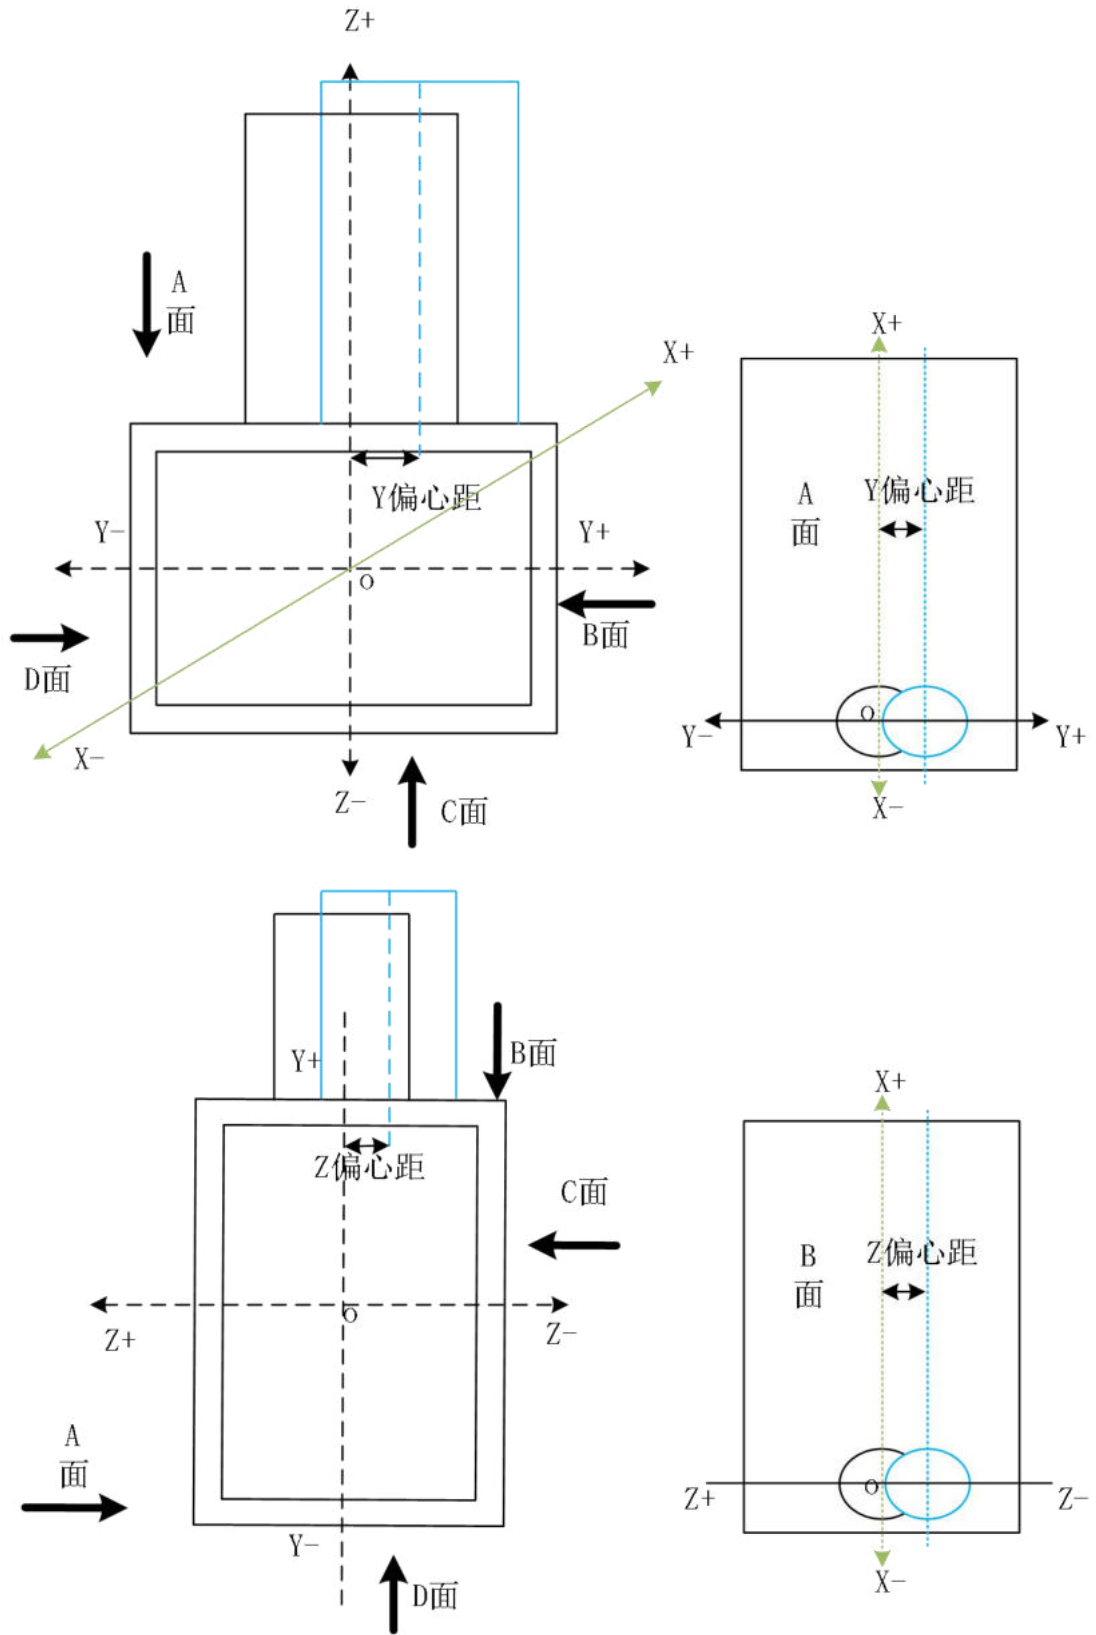

图 8.19 偏心距图解
- **Y 轴偏心距:** 如图 8.19, 当第一个孔开在 A 或 C 面时, 如在 A 面切割时, 不设偏移为黑色圆孔, 若设置为 100mm, 那么就会向 Y 轴正向 (向右) 偏移 100mm, 切出来的圆孔为蓝色圆孔。范围[0, 1000], 单位: mm
- **Z 轴偏心距:** 如图 8.19, 当以 A 为第一个点时, 组合需要切的第二个孔开在 B 面或 D 面时, 如在 B 面切割时, 不设偏移为黑色圆孔, 若设置为-100mm, 那么就会向 Z 轴正向 (向下) 偏移 100mm, 切出来的圆孔为蓝色圆孔。**此设置并非真正让 Z 轴 (升降轴) 偏移, 实际仍是 Y 轴偏移, 只是为了方便算法转换, 称为 Z 轴偏心距。**范围[0, 1000], 单位: mm